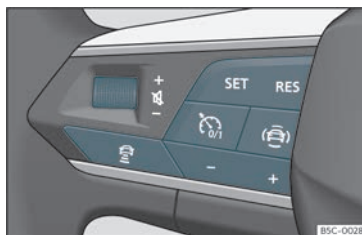

Fig. 170 No volante multifunções: botões para utilizar o ACC
O seu veículo dispõe de ACC se dispõe do menu de configuração no sistema Infotainment »» Página 97, e se dispõe dos botões próprios da função ACC no volante multifunções »» Fig. 170.
- Para começar a regulação pressione o botão **SET** >>> **Fig. 170**.
Para programar a velocidade pressione os botões **+** o **-** >>> **Fig. 170** até à velocidade pretendida. O ajuste de velocidade realiza-se em intervalos de 10 km/h (5 mph).
- Pressione o botão  e, em seguida, o botão + ou - >>> **Fig. 170**.